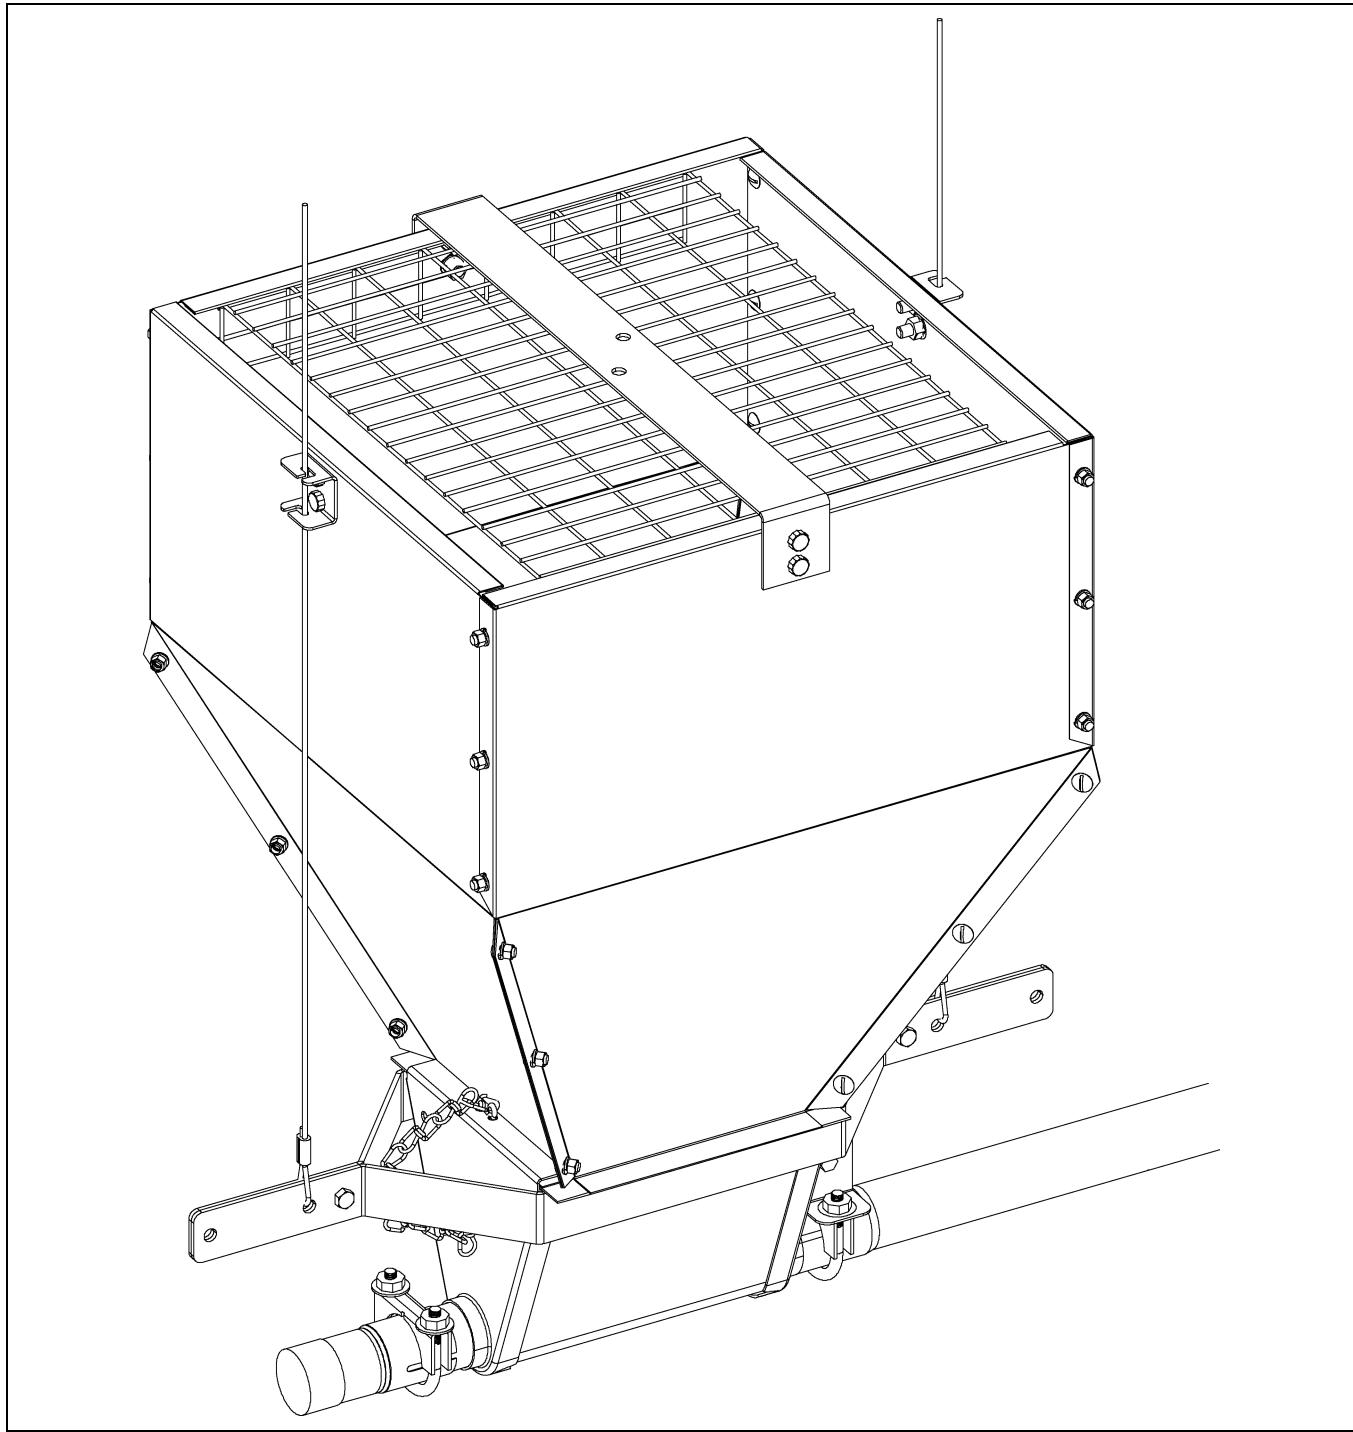

Рисунок 4AX
е. Скрепите две (2) половинки кронштейнов подвески бункера с помощью двух (2) болтов 5/16"-18 и гаек. Отводные кабели должны находиться на расстоянии 19" для бункеров № 120 и № 200 или 25" для бункеров № 300 и № 400. Подвесьте воронку с помощью двух (2) отводов с каждой стороны бункера, как показано на *Рисунок 4AX*. Закрепите направляющие тросов с двух (2) сторон бункера с помощью четырех (4) болтов 5/16"-18 и гаек. Проложите трос через направляющие, соединяя их в желобах направляющих.